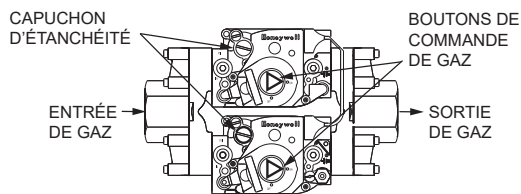

Figure 19. Vanne de régulation de gaz manuelle et régulateur combinés
Figure 19 illustre le type de vanne de régulation de gaz manuelle et de régulateur combinés utilisés dans ces chauffe-eau.
3. Retirer le capuchon étanche du réglage de régulateur et ajuster la pression en tournant la vis de réglage à l'aide d'un tournevis. Voir *Figure 19* (page 25).